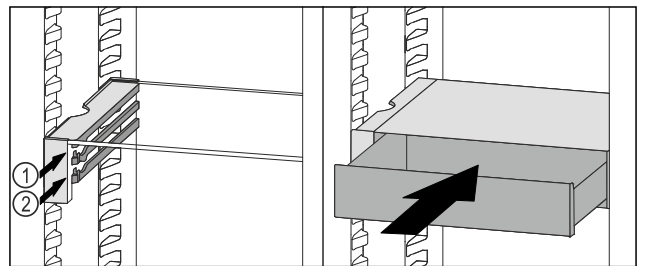

Fig. 158
- ▶ VarioSafe-Schubfach hinter den Stoppere auf gewünschter Rippe Fig. 158 (1) oder Fig. 158 (2) aufsetzen.